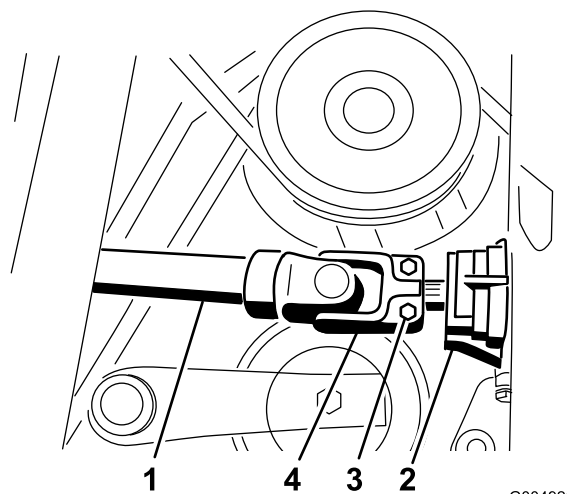

Figura 10
7. Deslice el eje motor sobre el eje de la caja de engranajes (Figura 10). Instale el pasador cilíndrico y apriete los pernos a 175-225 pulgadas-libra.